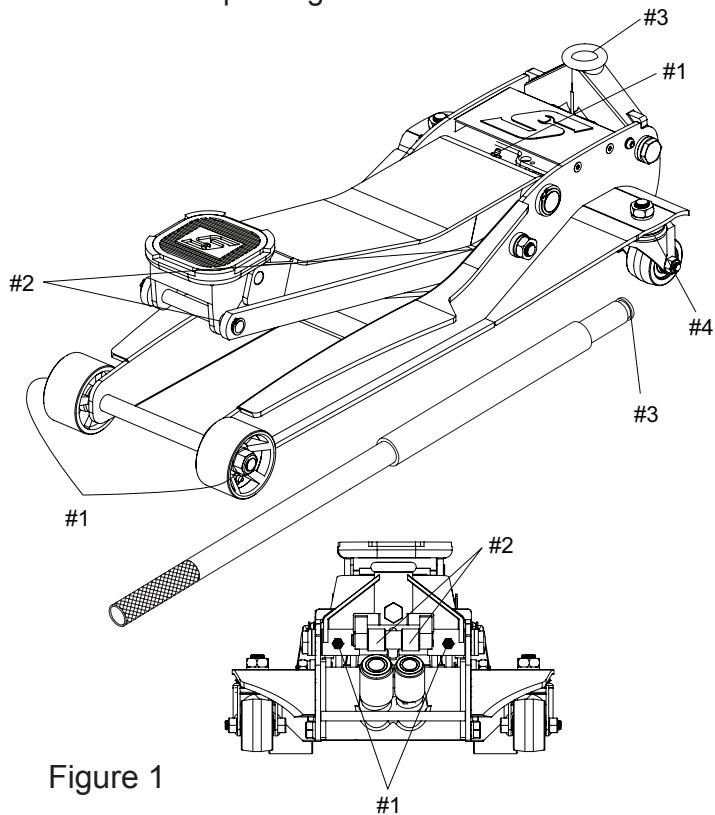

Figure 1
1. Le cric doit être lubrifié avec de la graisse à base de lithium (seulement) afin d'empêcher l'usure prématuée des pièces et garantir le bon fonctionnement. Une graisse à usage général à base de lithium doit être utilisée dans les embouts de graissage fournis dans les deux roues avant FJ300-4, l'ensemble du bras de levage ainsi que dans l'ensemble de l'étrier de la poignée FJ300-11. Vous retrouverez d'autres endroits de lubrification à la Figure 1. Les pièces usées résultant de l'utilisation d'une graisse inadéquate, d'une quantité insuffisante de graisse ou d'aucune lubrification ne sont pas couvertes par la garantie.